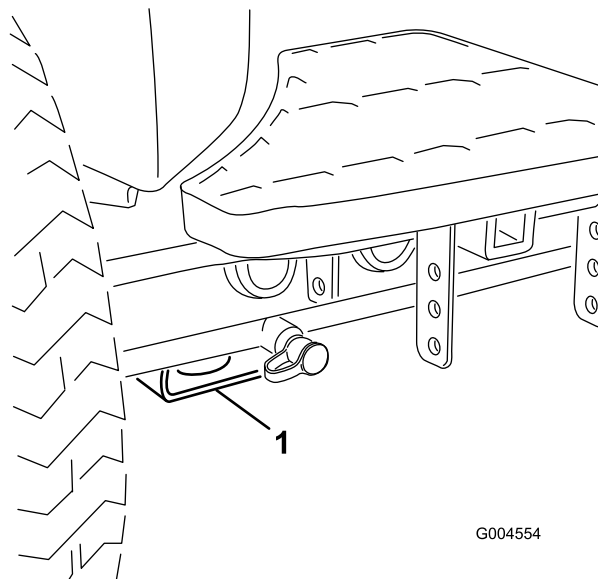

図 44
- ・ 前：各前輪の内側、アクスルチューブの下にある四角いパッド（図 44）